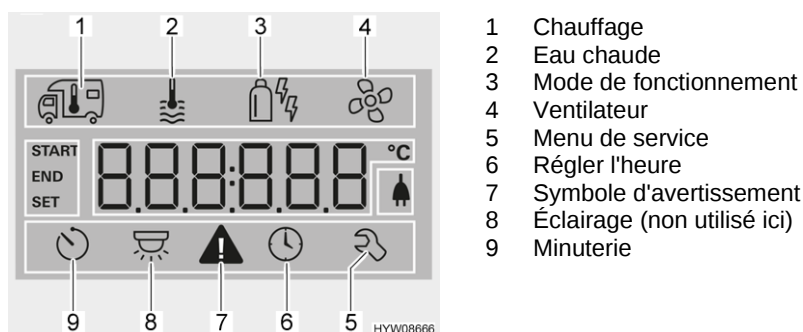

Fig. 113 Écran (unité de commande)
- Tourner le bouton-poussoir tournant (Fig. 112,6) jusqu'à ce que le symbole de menu du chauffage (Fig. 113,1) clignote.
- Tourner le bouton-poussoir tournant (Fig. 112,6) jusqu'à ce que le symbole de menu de l'eau chaude (Fig. 113,2) clignote.
- Tourner le bouton-poussoir tournant (Fig. 112,6) jusqu'à ce que le symbole de menu de mode de fonctionnement (Fig. 113,3) clignote.
- Tourner le bouton-poussoir tournant (Fig. 112,6) jusqu'à ce que le symbole de menu du ventilateur (Fig. 113,4) clignote.
- Tourner le bouton-poussoir tournant (Fig. 112,6) jusqu'à ce que le symbole de menu de la minuterie (Fig. 113,9) clignote.
- Appuyer sur le bouton-poussoir tournant. La minuterie est activée. Le symbole de la minuterie (Fig. 113,9) clignote quand cette dernière est programmée et active.
En cas d'avertissement, le symbole correspondant (Fig. 113,7) clignote. Le chauffage continue de fonctionner. Le symbole d'avertissement s'éteint de lui-même quand il ne s'agit que d'un dérangement passager.